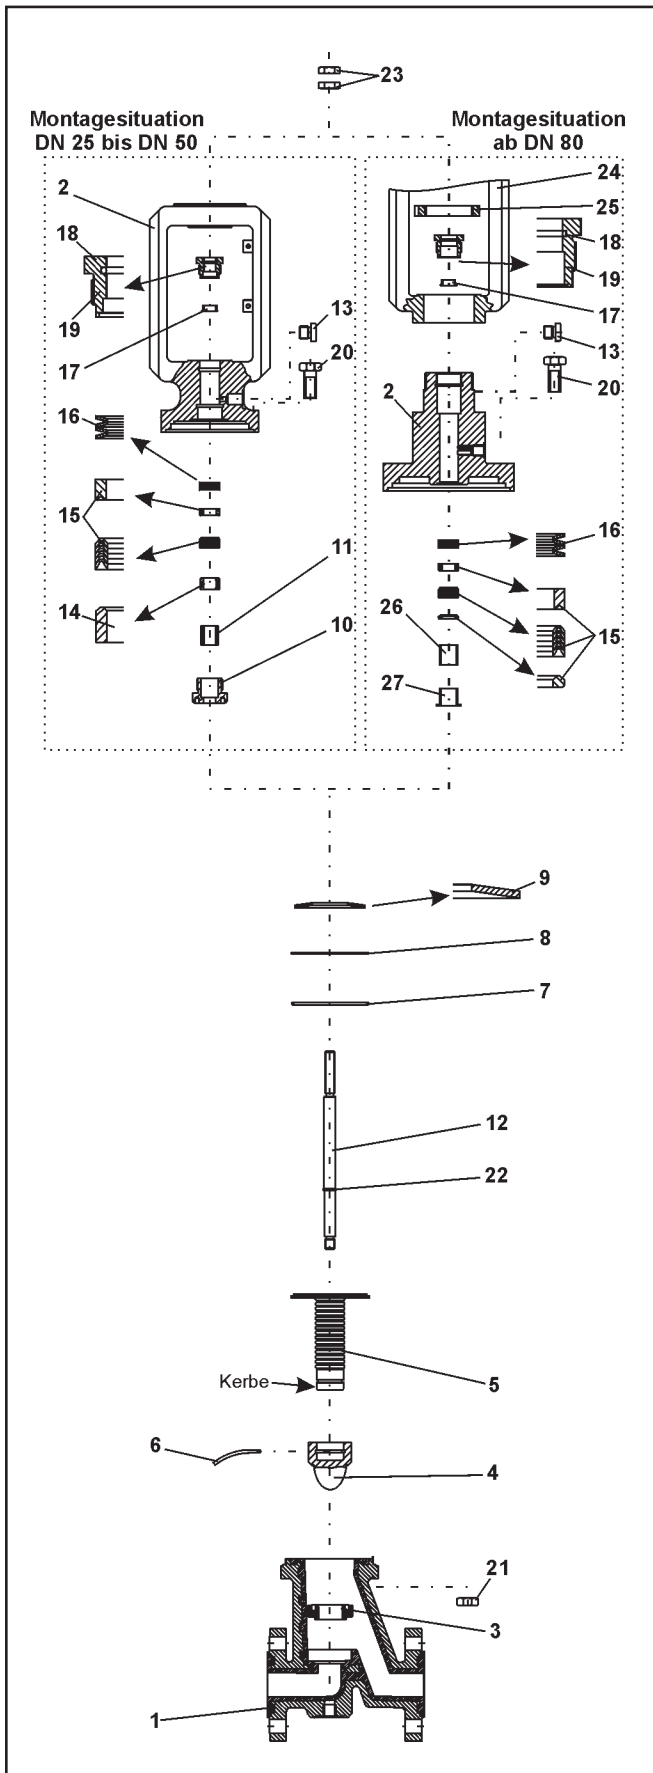

Bild 5 - Explosionszeichnung des Stellventils BR 1b, bis Baujahr 2006
Hinweis: Die in der Explosionszeichnung (Bild 5) dargestellte Lage und Anordnung der Einzelteile ist bei der Montage einzuhalten.
Der Tellerfedersatz (16) wird in die dafür vorgesehene Bohrung eingelegt. Die Anordnung der Tellerfedern ist der Explosionszeichnung (Bild 5) zu entnehmen. Nacheinander werden nun der Schlussring, die V-Ringe der Dachmanschettenpackung (15) sowie Distanzrolle (14) eingelegt. Auch diese Anordnung ist der Explosionszeichnung (Bild 5) zu entnehmen.
Die Dachmanschettenpackung (15) wird mit der Reihenfolge V-Druckring, PTFE - V-Ringe und Schlussring in die dafür vorgesehene Bohrung eingedrückt. Die Anordnung der Dachmanschettenpackung ist der Explosionszeichnung (Bild 5) zu entnehmen.
Anschliessend wird der Tellerfedersatz (16) eingelegt. Auch die Anordnung der Tellerfedern ist der Explosionszeichnung (Bild 5) zu entnehmen.
Die Tellerfeder (9), die Druckscheibe (8) und der O-Ring (7) werden in den Deckelflansch (2) eingelegt. Die Anordnung der Bauteile ist der Explosionszeichnung (Bild 5) zu entnehmen.